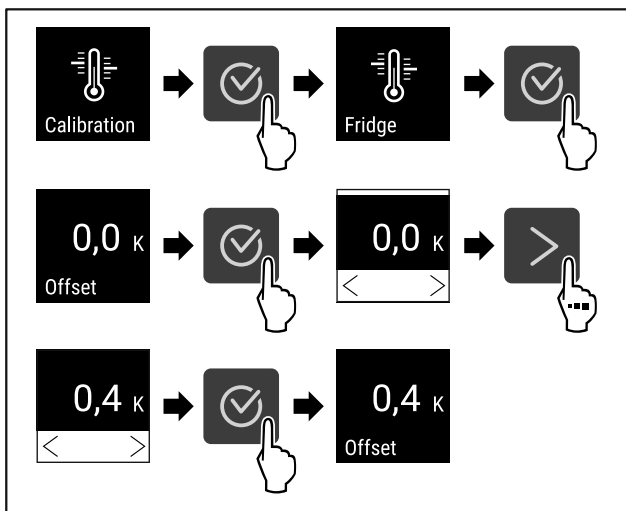

Fig. 104
- ▶ Hajtsa végre a művelet lépéseit (lásd Fig. 104).